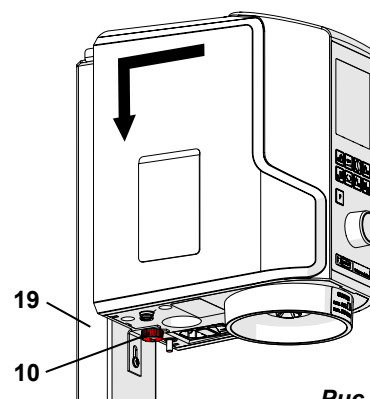

Рис. 3
- ⇒ Прибор подстраховать гайкой с накаткой (10, Рис. 3).